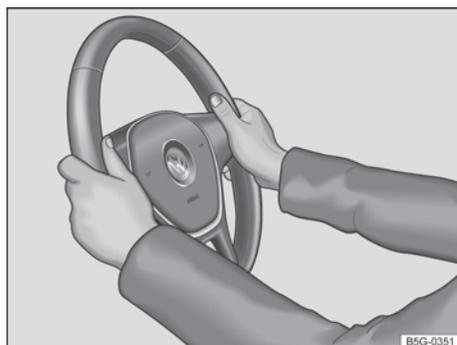

Fig. 64 No volante: posição 9 e 3 horas.
- Ajustar a posição do volante de forma que possa segurá-lo lateralmente pela borda externa nas posições de 9h e 3h → Fig. 64 com ambas as mãos e os braços ligeiramente dobrados.
- Empurrar a alavanca ① sempre pelo manípulo com firmeza para cima após o ajuste, para travar a posição do volante.
- Durante a condução, sempre segurar o volante com ambas as mãos lateralmente na borda externa *nas posições de 9h e 3h* → Fig. 64, para reduzir ferimentos causados por um acionamento do airbag frontal do condutor.